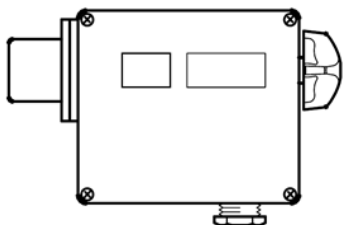

Рис.4.1.
4.4.4. Если реле давления подвержено вибрации, то рекомендуется устанавливать его присоединительным штуцером для кабеля вниз (рис.4.1).